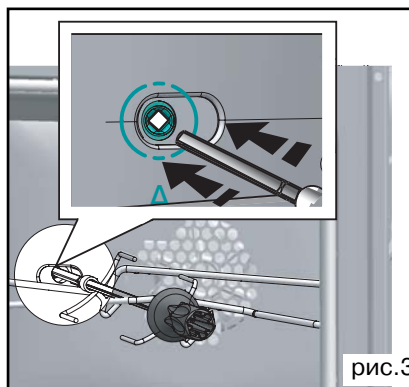

рис. 3
• слегка нажмите, чтобы зафиксировать конец вертела в квадратном хвостовике, расположенном на задней стенке камеры духового шкафа (рис. 3).